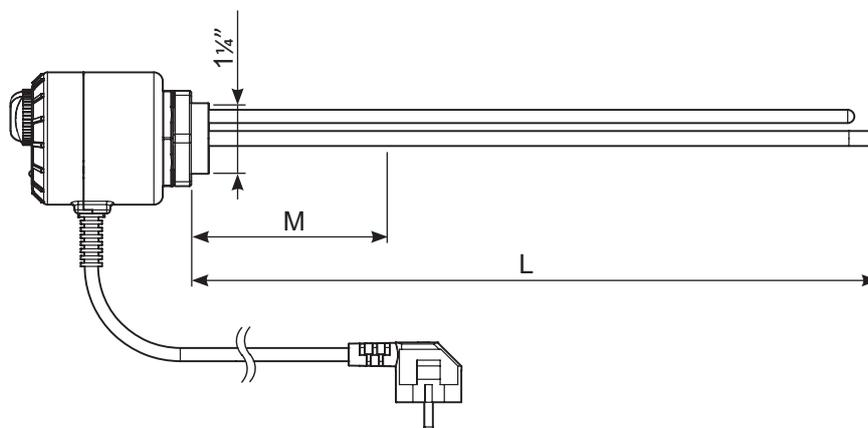

Рис. 5. Размеры нагревательного модуля ME 0015.
* измеренная с переднего конца головки нагревателя (см. рис. 5 и 6.)